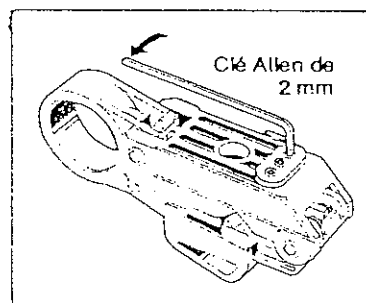

Figure 20
D. Ajustement des vis de réglage. Tourner les vis de réglage dans le sens des aiguilles d'une montre jusqu'à ce qu'elles buttent sur la cale (fig. 20). Ensuite ouvrir l'outil et retirer la cale. Remettre la cassette en place. L'outil est à nouveau prêt à l'emploi.